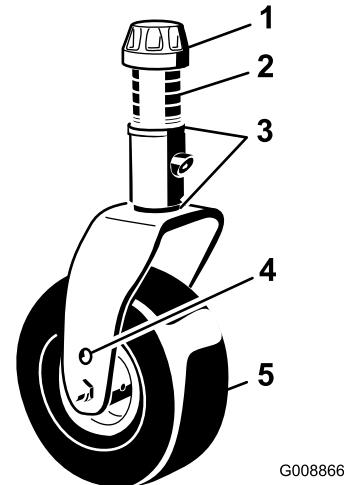
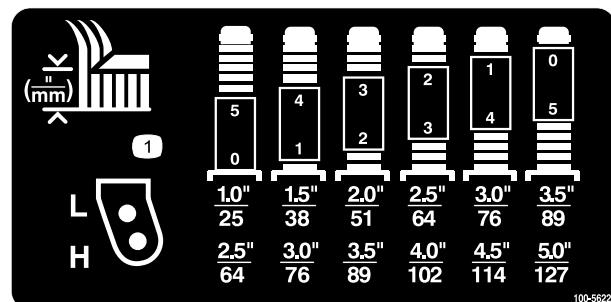

Figura 6
Figura 7
2. Coloque os eixos da roda giratória nos mesmos orifícios, em ambas as forquilhas da roda giratória. Consulte Figura 6 e Figura 7 para determinar os orifícios correctos para a configuração.
- Retire a tampa de fixação do eixo roscado desloque o fuso (Figura 6) para fora do braço da roda giratória. Coloque os 2 calços (1/8 pol.) no eixo, tal como se encontravam originalmente. Estes calços são necessários para atingir a mesma altura ao longo de toda a largura das unidades de corte. Desloque um número apropriado de espaçadores de 13 mm para o eixo para obter a altura de corte desejada; em seguida, desloque a arruela para o eixo.
Consulte Figura 7 para determinar as combinações de espaçadores para a configuração.